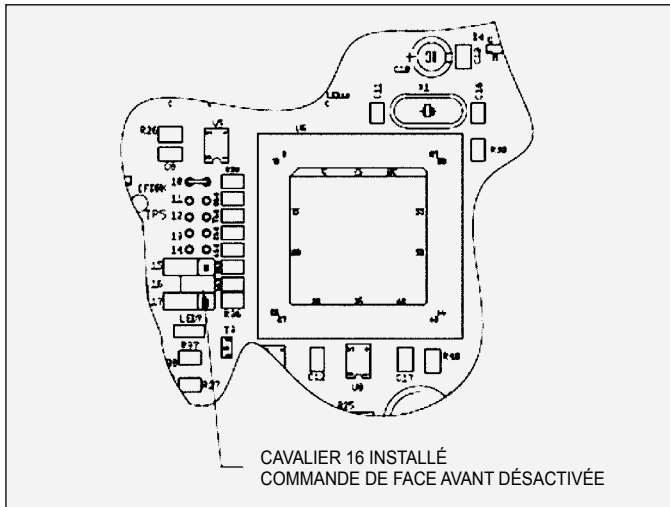

Figure 19 : Emplacement de cavalier - Verrouillage de face avant
3. Placez le cavalier sur les deux (2) broches à l'emplacement 16 de la carte de circuit imprimé principale (voir Figure 19).